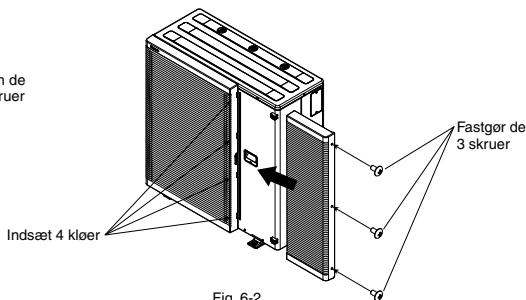

Fig. 6-2
2. Indsæt 4 kløer på tømningsgitteret (højre side) og fastgør de 3 skrue. (Fig. 6-2)